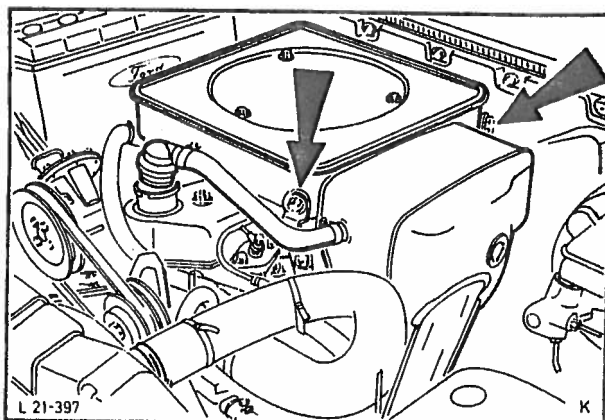

Fig. 98 Demontering av luftfilter.
2. Kople fra batteriets godskabel og ta av luftfilteret, fig. 98.